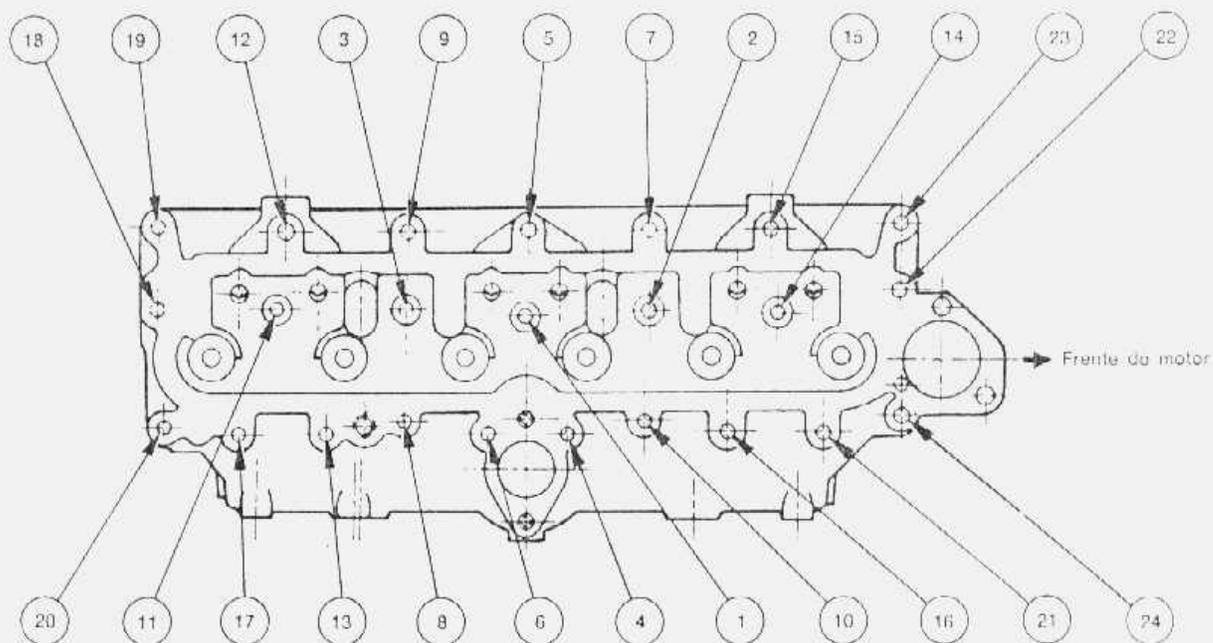

fig. 7 — seqüência de aperto dos parafusos do cabeçote
3. Instalar a nova junta com a marca do fabricante voltada para cima, centralizando-a por meio de 2 pinos-guia instalados nas posições 18 e 22 (fig. 7).
6. Apertar os parafusos com o torque especificado (65-70 lbs. pé), na seqüência de aperto mostrada na fig. 7.